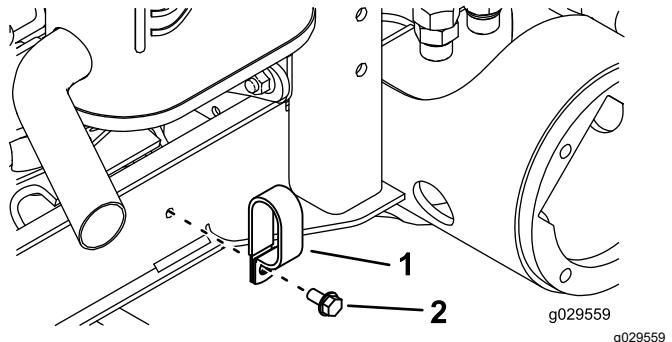

Figure 17
4. Retirez le boulon qui fixe le collier de flexible au profilé du cadre, sur le côté droit de la machine (Figure 17).